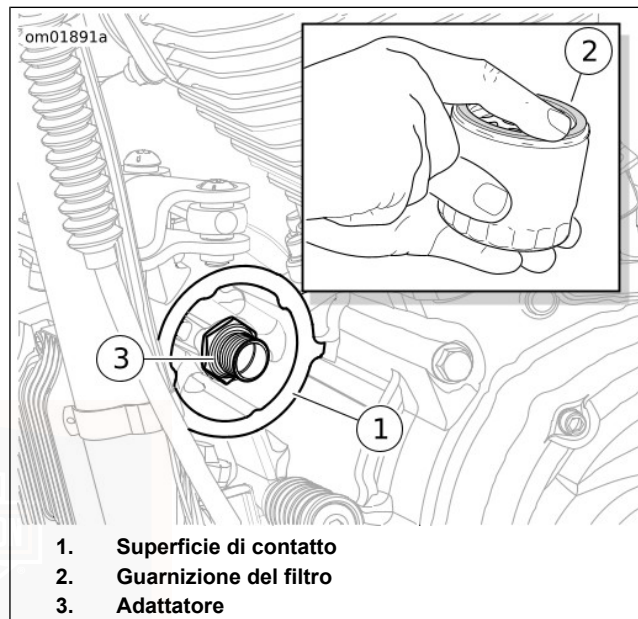

Figura 43. Installazione del filtro dell'olio
3. Vedere Figura 43. Pulire la superficie di contatto della base del filtro dell'olio (1) con un panno pulito. La superficie deve essere liscia e priva di detriti o di parti della vecchia guarnizione.
4. Applicare un velo d'olio alla superficie di contatto della base del filtro dell'olio e alla guarnizione (2) del **nuovo** filtro.